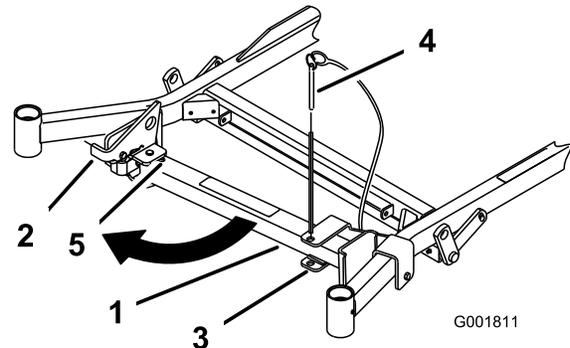
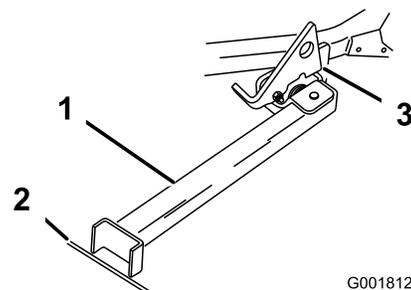

Bild 43
Bild 44
2. Nehmen Sie den Halterungsstift ab (Bild 43).
4. Drehen Sie den Ständerfuß nach vorne heraus und schieben ihn zur Maschine hin in den unteren Schlitz (Bild 43 und Bild 44).
5. Stellen Sie den Fuß auf den Boden und lassen Sie den Riegel auf der Drehzapfennase aufliegen (Bild 44).
Hinweis: Stellen Sie den Ständerfuß am besten in Risse auf Gehwegen oder in der Grünfläche (Bild 44).
7. Fahren Sie die Maschine auf den Ständer. Halten Sie an, wenn der Riegel über der Nase in die arretierte Stellung einrastet (Bild 44).
5. Stellen Sie den Ständer wieder in die Ruhestellung (Bild 43).